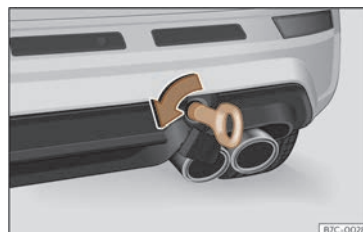

**Fig. 44** Du côté droit du pare-chocs arrière : œillet de remorquage vissé.
- Vissez l'œillet de remorquage dans le logement en le faisant tourner au maximum **dans le sens inverse des aiguilles d'une montre** » **fig. 44** » ❶. Utilisez un objet approprié pour visser fermement et entièrement l'œillet de remorquage dans son logement.